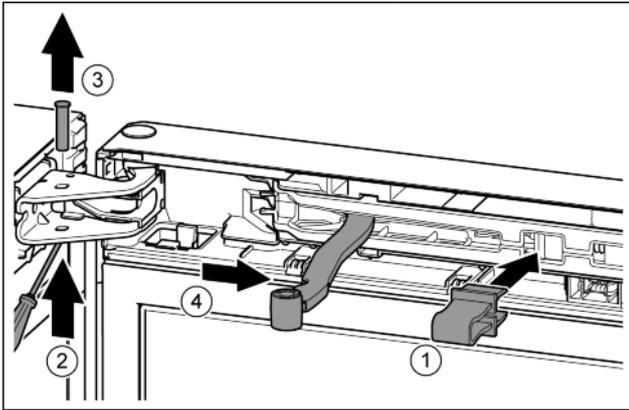

Fig. 10
- ▶ Introduire l'arrêt. Fig. 10 (1)
- ▶ Desserrer le boulon avec un tournevis. Fig. 10 (2)
- ▶ Sortir le boulon par le haut. Fig. 10 (3)
- ▶ Tourner l'articulation en direction de la porte. Fig. 10 (4)